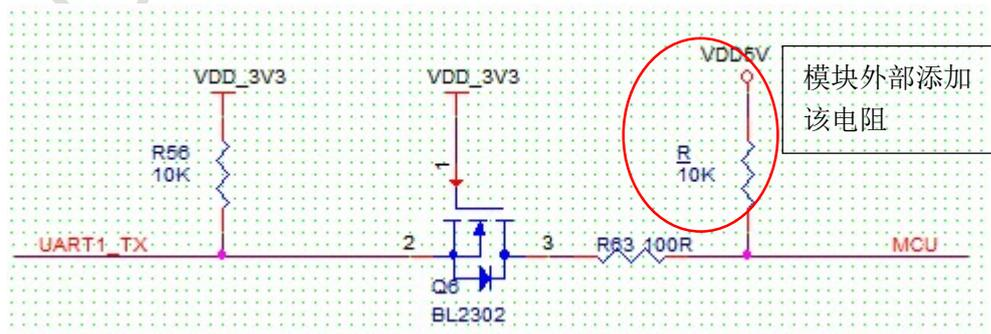

图 4 电平转换参考电路
UART1-RX 与 UART1-TX: (1) 默认通信电平 3.3V。(2) 外部为 5V 逻辑电平，同时在外电路 MCU 网络增加一 10K 上拉到 5V 的电阻 (如图 4 电平转换参考电路图)。